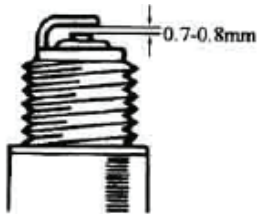

Рис. 7. Регулировка зазора в свече зажигания
8.7.1. Отстегнуть зажимы (2,3) крышки воздушного фильтра (1), см.рис.6, снять крышку и достать фильтрующий элемент (5), см.рис.7.